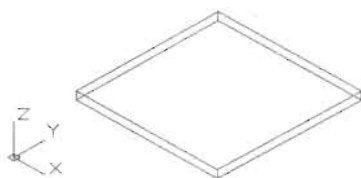

图 12-77
(1) 执行“视图>三维视图>西南等轴测”菜单命令。
(2) 在命令行中输入 box 命令, 在视图中创建一个长方体, 如图 12-77 所示, 命令执行过程如下。